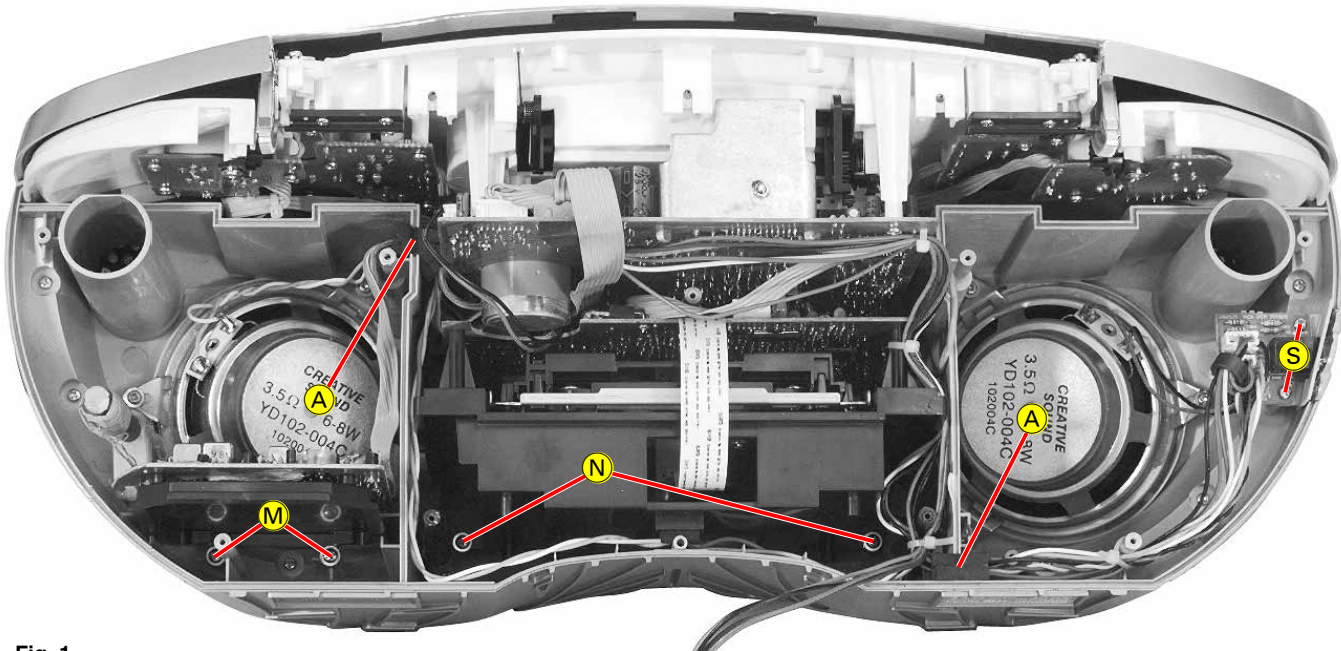

Fig. 1
Leitungen, die in den Lautsprecherbereich führen, werden zwischen Gummis **A** (Fig. 1) durch die Gehäuseaussparungen geführt. Diese Gummis sind wichtig für die Dichtigkeit der Lautsprecher.
Wires to the speaker areas are guided between two rubbers **A** (Fig. 1) through the cutouts of the speaker housing. These rubbers are important to seal the speakers.
- 2 Schrauben **M** (Fig. 1) herausdrehen.
- 2 Schrauben **N** (Fig. 1) herausdrehen.
- Undo 2 screws **M** (Fig. 1).
- Undo 2 screws **N** (Fig. 1).